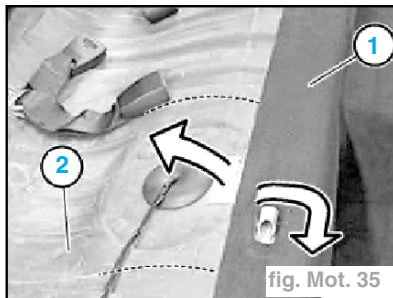

fig. Mot. 35
- Rabattre l'habillage de plancher vers l'avant et sectionner le tapis insonorisant et le rabattre vers l'arrière, dégager le passe-cables. (fig. Mot. 35)